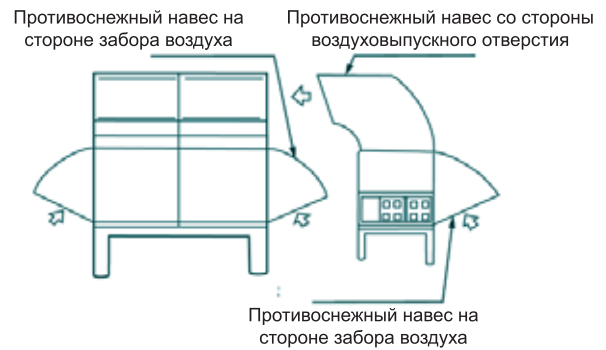

Рис. 17
3. При установке наружного блока в местах, подверженных воздействию сильных снегопадов, необходимо предусмотреть специальные защитные меры: приподнимите кронштейны и установите над воздухозаборным и воздуховыпускным отверстиями противоснежные навесы (см. рис. 17). Неправильно выполненная защита может стать причиной сбоя в работе оборудования.